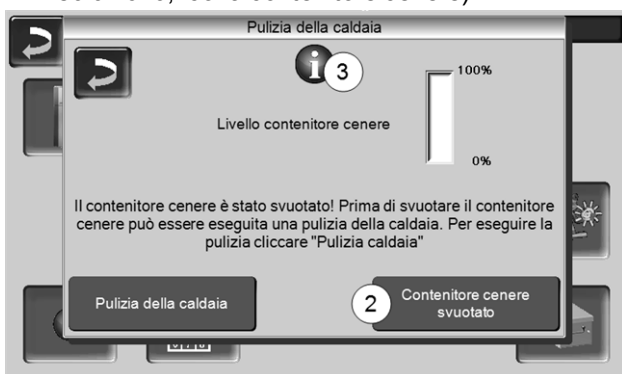

Abb. 2-53
- ▶ Cliccare *Pulizia caldaia* > Abb. 2-53